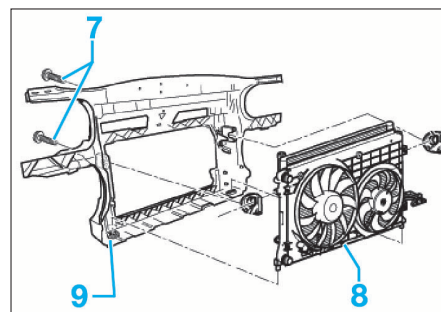

FIG. 26
- Déposer les vis (7) et désolidariser l'ensemble radiateur-condenseur (8) de la façade avant (9) (Fig.26).